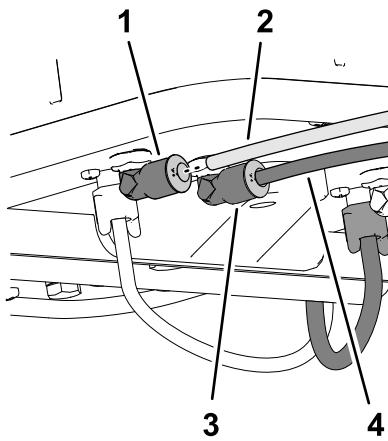

图144
2. 将透明管子插入压缩机侧板的空气接头图143和图144。